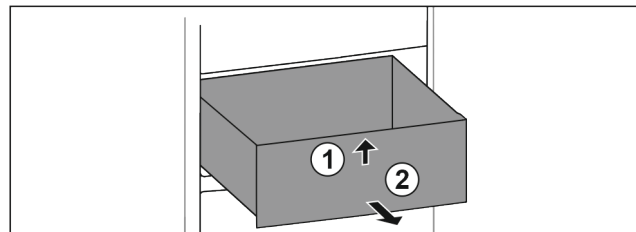

Fig. 97
- Schubfach vorne anheben. *Fig. 97 (1)*
- Schubfach nach vorne entnehmen. *Fig. 97 (2)*